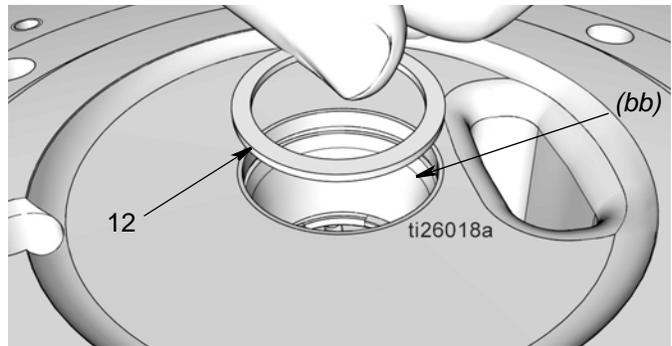

图 30
- b. 检查固定环 (51) 是否在泵底座 (1) 侧面。
- c. 安装垫片 (12)，如图 30 所示。